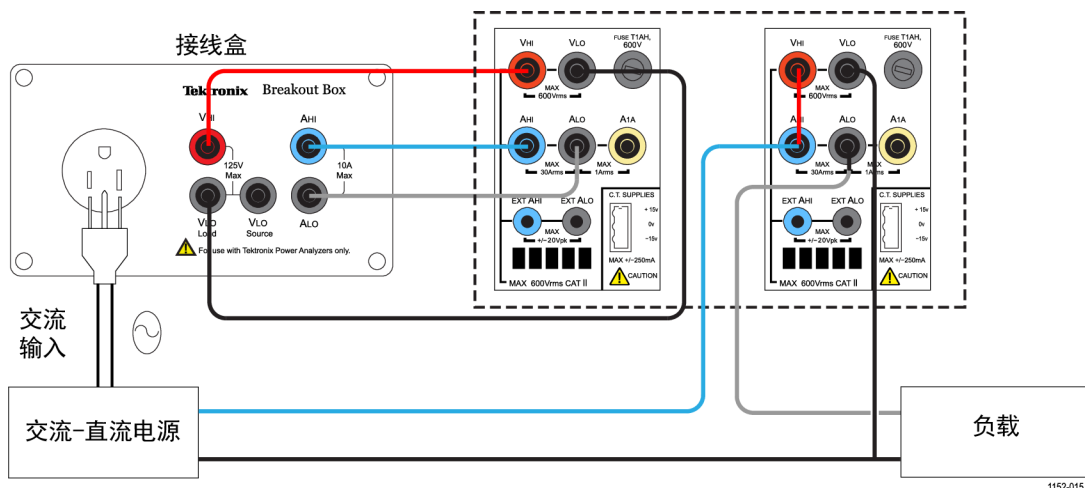

图 38: AC-DC 效率测量接线图
1. 使用 Tektronix 接线盒 (BB1000) 将被测设备 (DUT) 上的交流输入连接到 PA3000 的第一条通道，如接线图中所示。（见图38第93页）